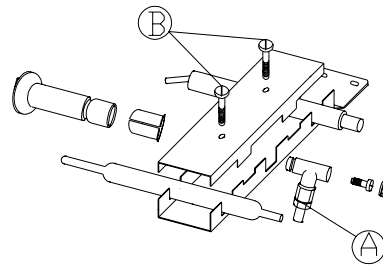

Bild. 13
- a) Leitung vom Zünder A (Bild13) und Schrauben B zwischen Thermoelement und Zündkerze (Bild13) lösen.